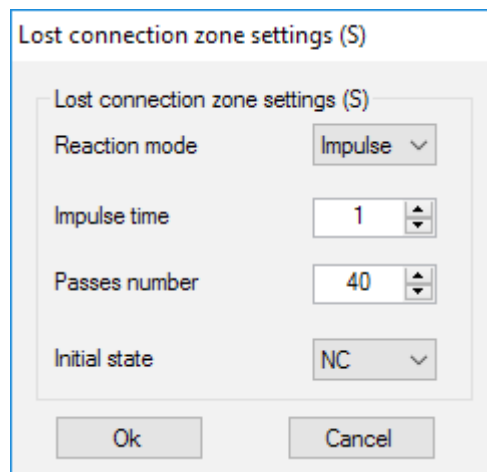

Imagen 25. Menú de propiedades del servicio de salida S
**Salida S: “Conexión perdida”:** si uno de los sensores no envía la señal de estado durante el tiempo de verificación, el sensor cambia la condición de salida **S**. La zona de servicio **S** se activará después del período de tiempo igual al parámetro “**Período de sondeo**” multiplicado por el parámetro “**Cantidad de pasadas**” (Imagen 25). De forma predeterminada, si ocBridge Plus falla en recibir 40 latidos del sensor, genera una alarma de “Conexión perdida”.